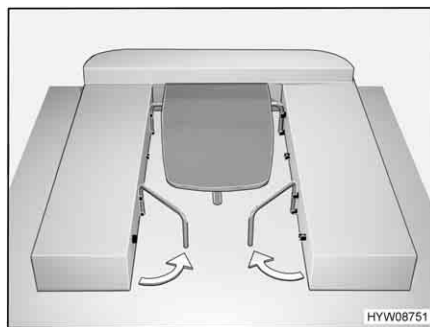

Fig. 49 Preparazione per la trasformazione dei letti
- Sganciare le due staffe di supporto dal vano sedile sinistro e destro e ruotarle di circa 45° come illustrato nella Fig. 49.